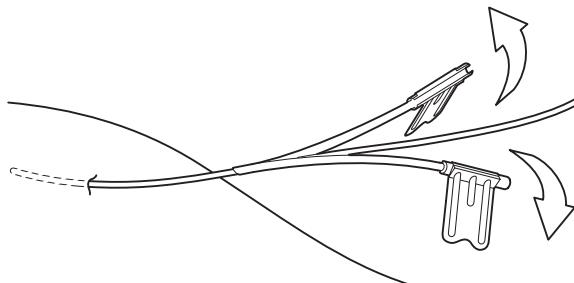

Figura 7
**NOTA:** Pressione as duas aletas verdes da agulha em conjunto, depois separe-as para que a agulha se destaque. Consulte a figura 7.